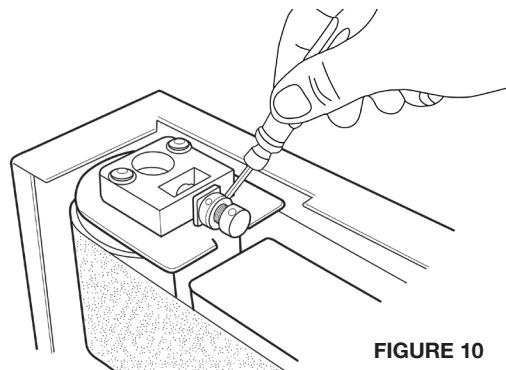

FIGURE 10
3. Selon si la courroie effectue un suivi vers le haut ou le bas, tournez la micro vis de réglage en tours de 1/4 vers la gauche ou la droite jusqu'à ce que la courroie effectue un suivi uniforme sur les rouleaux lorsque ces derniers sont pivotés manuellement. Voir Figure 10.